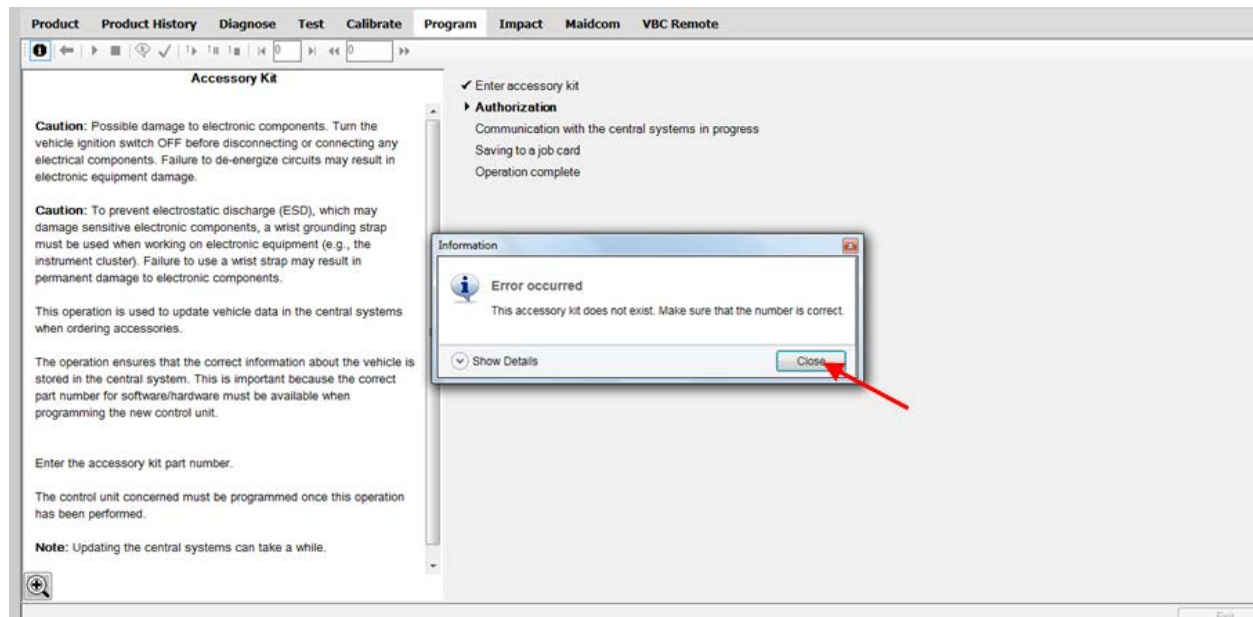

FIGURE 18
6. Si cette fenêtre apparaît, cliquez sur CLOSE (FIGURE 18).